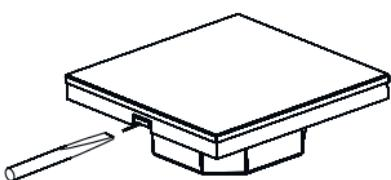

Рис.3. Снятие лицевой панели.
3.6. Отсоедините лицевую панель от корпуса, аккуратно поддав её плоской отверткой (Рис.3).